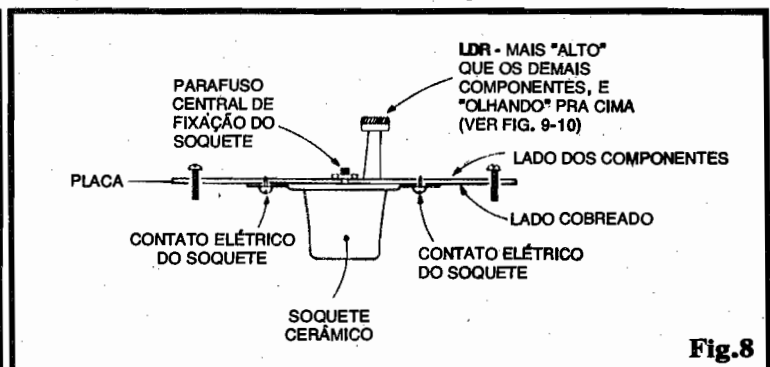

Fig.8
- FIG. 8 - PERFIL DA PLACA/SOQUETE/LDR - Uma vista